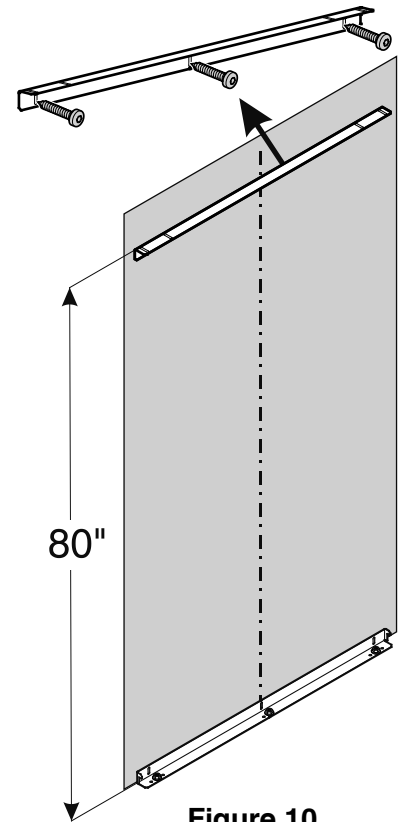

Figure 10
1. Monter l'équerre antibascullement fournie contre le mur à l'aide de vis 6 x 60 (Figure 10).